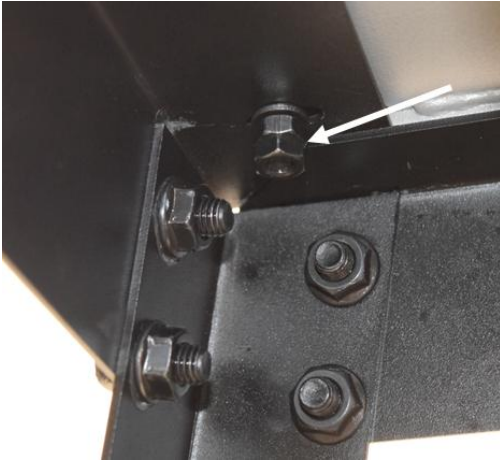

Abb. 18
7. Legen Sie von unten eine Unterlegscheibe und die beiden Muttern auf die Unterseite der Schraube. (Abb. 18)